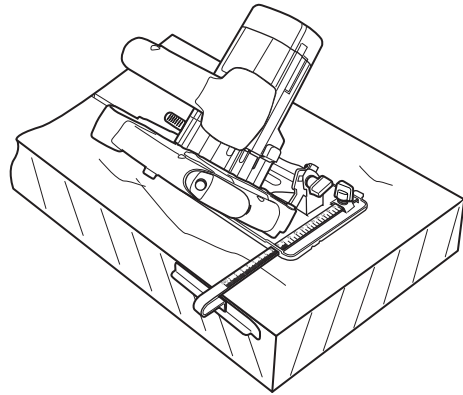

Fig. 14
- > Coloque la placa base (12) plana sobre la pieza de trabajo y deslícelo hacia delante a una velocidad uniforme (Fig. 14).